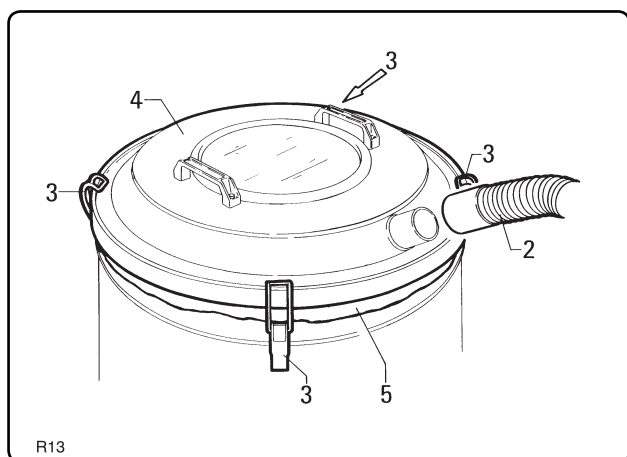

Рис. 7.5.1
7.5.1 - Замена мешка для сбора мусора (рис. 7.5.1)
- Установите новый мешок таким образом, чтобы край его "5" слегка выступал (рис. 7.5.1).